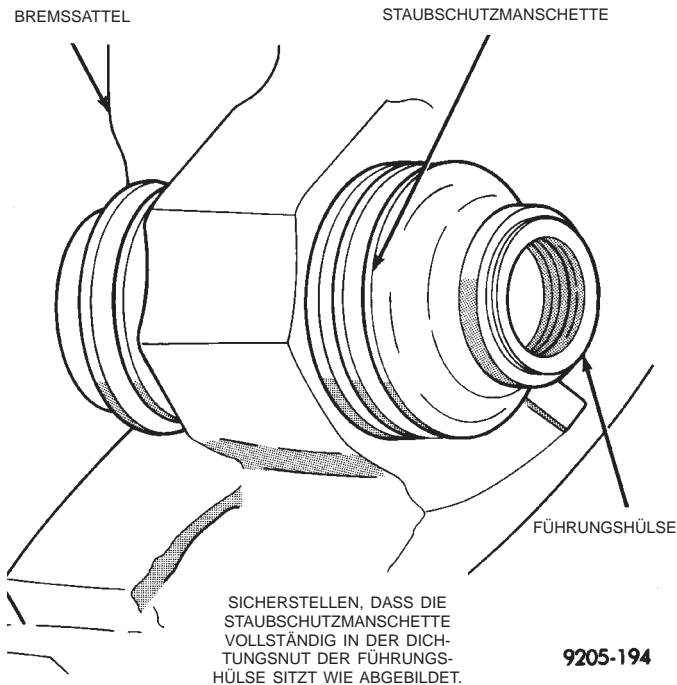

Abb. 83 Korrekt eingesetzte Führungshülse und Staubschutzmanschette
(7) Führungshülse in dieser Position festhalten und das andere Ende der Staubschutzmanschette über das Ende der Führungshülse ziehen und in die Dichtungsnut an der Führungshülse (Abb. 83) ziehen. Darauf achten, dass das andere Ende der Staubschutzmanschette nicht aus der Dichtungsnut in der Führungshülse herausrutscht.